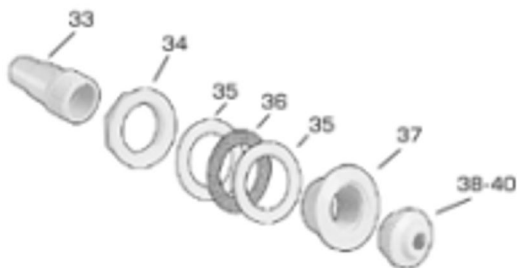

Abb. 22 Einlass (Einströmdüse)
- Zerlegen Sie die Einströmdüse, das ist jene mit der Kugelverschraubung (**Abb. 22**).